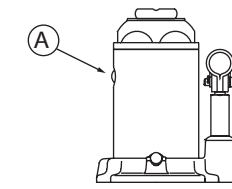

Fig.8
- Démonter le bouchon de remplissage (Fig. 8, A) situé sur le réservoir d'huile.
3. Demonteer de bijvulplug (Fig. 8, A) die op het oliereservoir zit.
3. Rimuovere il tappo di riempimento (Fig. 8, A) dal serbatoio dell'olio.
3. Desmontar o bujão de enchimento (Fig. 8,A) que se encontra no depósito do óleo.